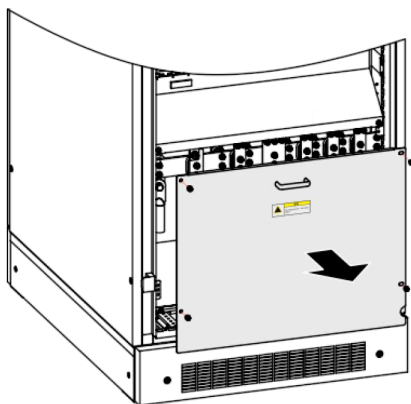
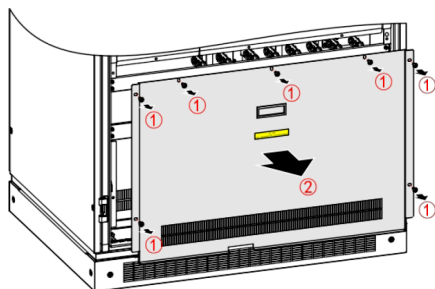

Figura 3-19 Extracción del panel de sellado del bloque de terminales del UPS serie UPS-IND 1300 R1(10K-80K)
Figura 3-20 Extracción del panel de sellado del bloque de terminales del UPS serie UPS-IND 1300 R1(100K-200K)
Paso 1: Abra la puerta frontal del armario y retire el panel de sellado del bloque de terminales de la parte inferior con un destornillador Phillips, como se muestra en la Figura 3-19 y Figura 3-20.